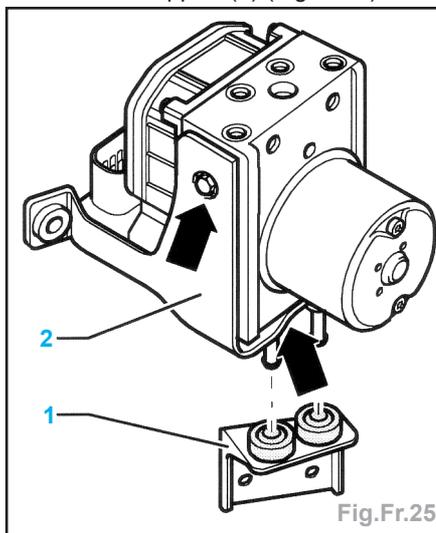

Fig.Fr.25
- Enlever le support (1) des axes de fixation du support (2) (Fig.Fr.25).
- Visser le support (2) à l'unité de commande (Fig.Fr.25).
- Insérer le support (1) sur les axes de fixation du support (2).